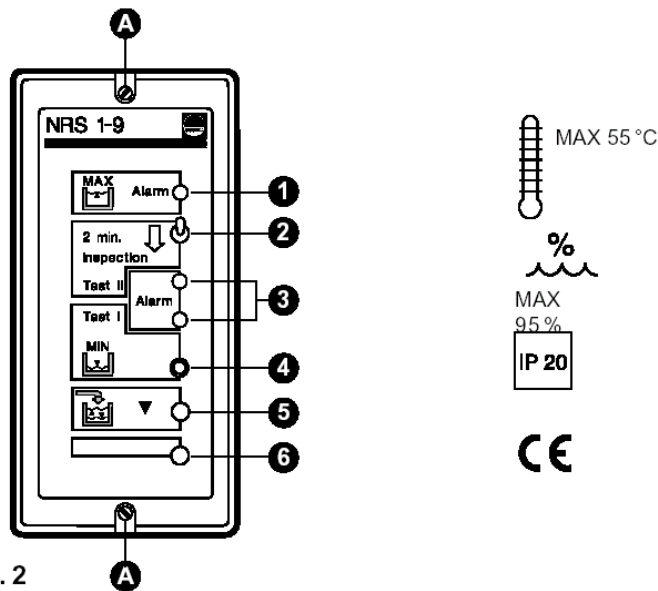

Fig. 2
2. Po załączeniu zielona LED (6) określająca zasilanie musi się świecić Fig.2.
5. Obniżyć poziom wody tak długo aż poziom obniży się poniżej niskiego. Po czasie zwłoki dwie czerwone LED (3) Fig.2 na regulatorze NRS1-9b zaświecą się.
6. Istnieje zawsze możliwość zasymulowania na drodze elektrycznej stanu niskiego poziomu, nawet przy zanurzonych w wodzie elektrodach czujnika poziomu, i sprawdzenia w ten sposób prawidłowości działania sygnalizacji alarmowej niskiego poziomu, przez naciśnięcie przycisku „TEST I (4)” Fig.2. Przycisk ten należy naciskać tak długo, aż upłynie czas zwłoki zadziałania. Prawidłową reakcją będzie zapalenie się obydwu czerwonego koloru diod LED.
7. Istnieje również możliwość sprawdzenia prawidłowości działania funkcji okresowej automatycznej samo kontroli regulatora. W tym celu, z zanurzonych w wodzie prętów elektrody, należy przestawić dźwignikę przełącznika TEST II/ 2min. INSPECTION (2) w kierunku wskazanym strzałką. Po maksymalnie dwóch minutach powinny zapalić się dwie czerwone diody LED (3) sygnalizując w ten sposób alarm niskiego poziomu. Podczas tego testu nie należy natomiast naciskać przycisku „TEST I” (4), jak również poziom wody nie powinien w tym czasie opaść poniżej znaku dolnego poziomu na wodowskazie. Po zakończeniu testu przywrócić pierwotne położenie dźwigniki przełącznika (2). Po upływie czasu zwłoki zadziałania powinny zgasnąć obydwie czerwonego koloru diody LED (3).
3. Napełnić kocioł wodą zasilającą do przekroczenia wymaganego wysokiego poziomu wody. Po czasie zwłoki czerwona LED (1) Fig.2 musi się zaświecić.
4. Obniżyć poziom wody do opadnięcia poniżej poziomu alarmu wysokiego, czerwona LED (1) musi zgasnąć.